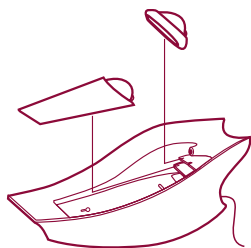

Fig. 14
- Lorsque vous ne les utilisez pas, rangez-les dans le logement prévu dans le chargeur. (fig. 14)